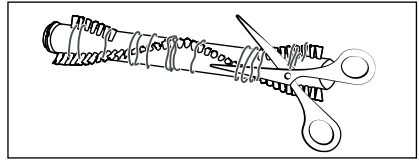

Fig. 31
- 4) Coupez les fils et les cheveux le long des poils du rouleau brosse 21 à l'aide de ciseaux (voir fig. 31). Retirez les fils et les cheveux du rouleau de la brosse 21.